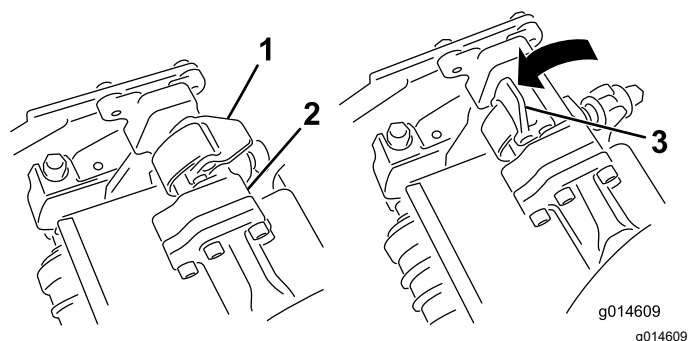
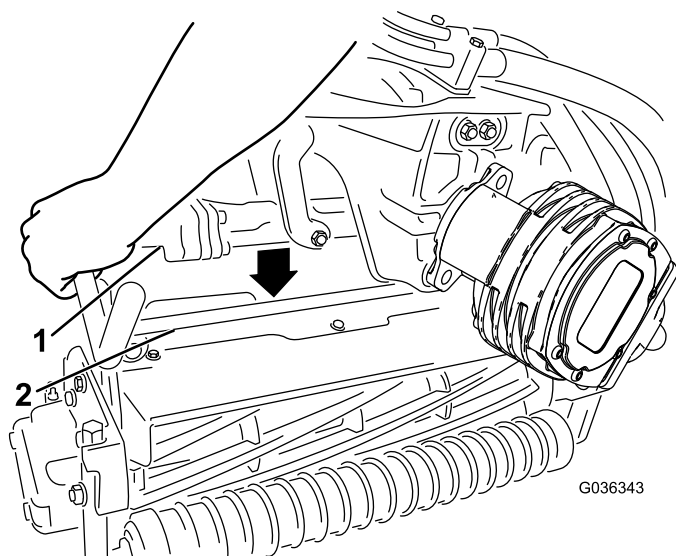

Figure 62
Figure 63
4. Ouvrez les verrous sur la barre du bras de suspension (Figure 62) et poussez le bras vers le bas de sorte que la barre recouvre les deux bras d'inclinaison sur l'unité de coupe; assurez-vous que les verrous passent sous la barre transversale de l'unité de coupe (Figure 63).
5. Fermez les verrous autour de la barre de l'unité de coupe et bloquez-les en place (Figure 62).
6. Ouvrez les verrous sur la barre du bras de suspension de l'unité de coupe que vous voulez déposer (Figure 62).